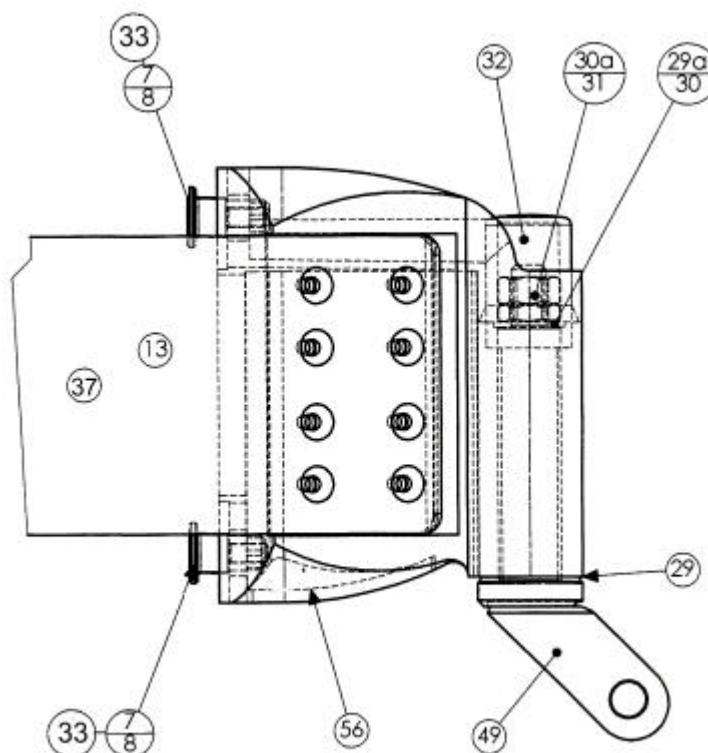

Fig.13
L'ancrage de halebas (56) peut être montée avec l'œil soit vers le haut, soit vers le bas. *La position de l'œil en bas est généralement préférable parce qu'elle permet d'obtenir un angle plus ouvert entre le halebas et la bôme, ce qui favorise la poussée vers le haut, et réduit les efforts sur la ferrure de halebas (28). Voir fig. 13*